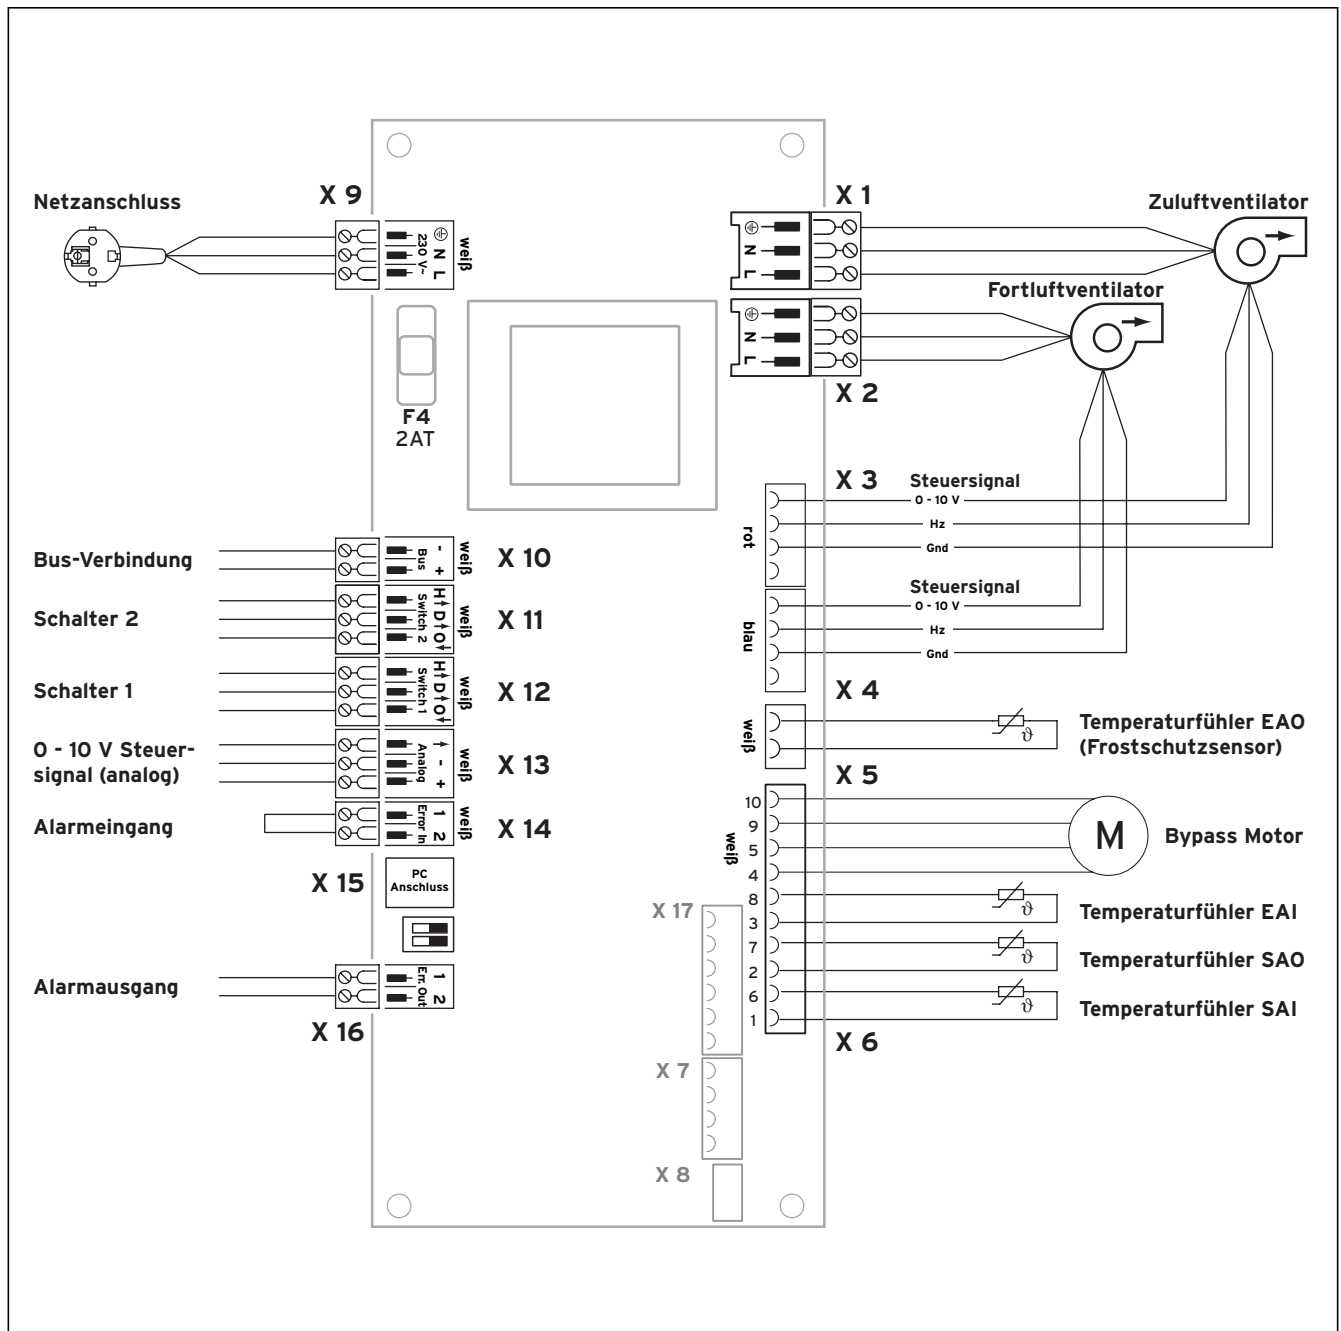

Abb. 4.13 Verdrahtungsplan
- Schließen Sie die Leitungen an den Anschluss „X 14“ (Alarmeingang) gemäß Abb. 4.13 „Verdrahtungsplan“ an.
- Schließen Sie die Leitungen an den Anschluss „X 16“ (Alarmausgang) gemäß Abb. 4.13 „Verdrahtungsplan“ an.